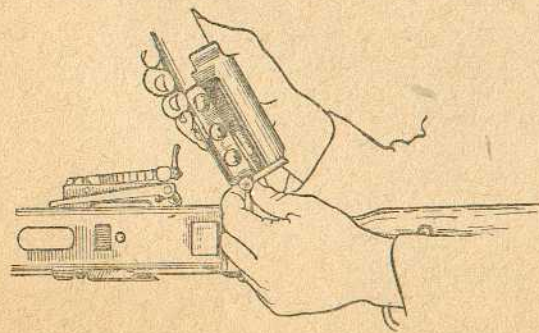

Рис. 12. Как отделить крышку короба
**2. Отделить крышку короба** (рис. 12). Нажать на защёлку и откинуть крышку короба (если не была откинута